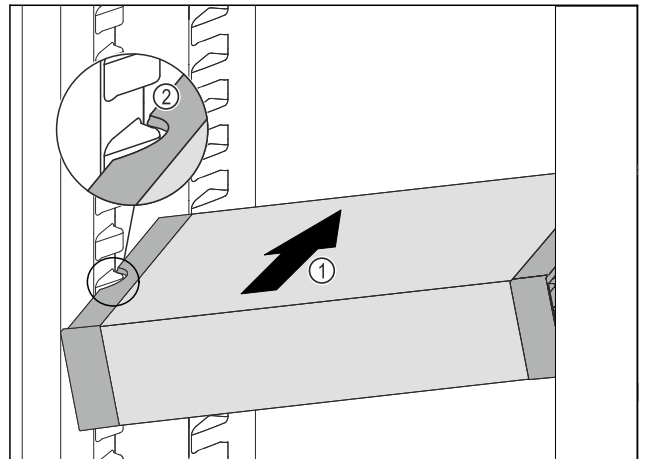

Fig. 123
▶ Introduzca el VarioSafe en posición oblicua en el compartimento del refrigerador Fig. 123 (1) hasta que los huecos laterales Fig. 123 (2) del VarioSafe se encuentren a la altura de la nervadura del recipiente en el compartimento refrigerífico.